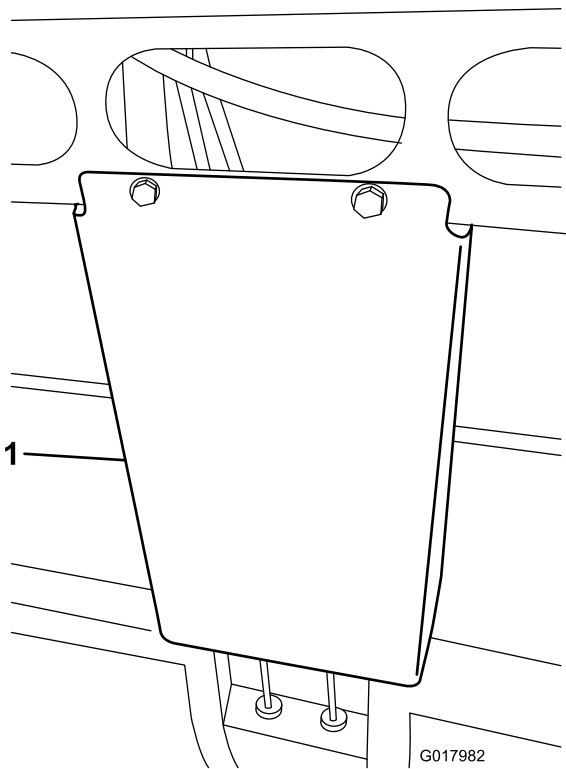

Figure 1
5. Déposez la protection des conduites hydrauliques sous le côté avant central du véhicule (Figure 1).